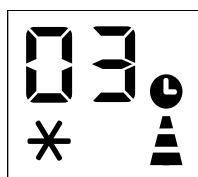

Abb. 3
- Drücken Sie die Taste  Der Bildschirm zeigt 1-24 Stunden an, und die Symbol  symbol  symbol und  blinken gemeinsam. (Abb. 3)